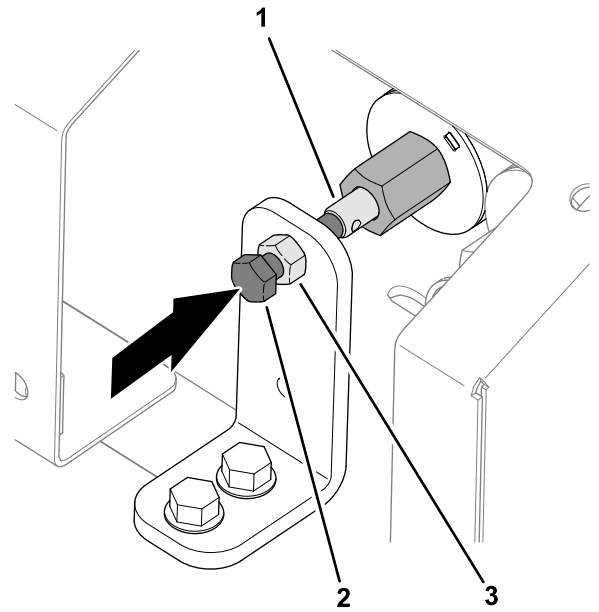

图 31
- 1. 松开手动超控支架上的锁紧螺母图 31。
- 2. 顺时针旋转用作阀超控装置的六角头螺丝可增大输送带速度图 31。